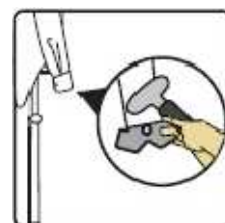

fig.30
- Introduzca la mini plancha en la manga y plánchela realizando un movimiento vertical. (fig.30)